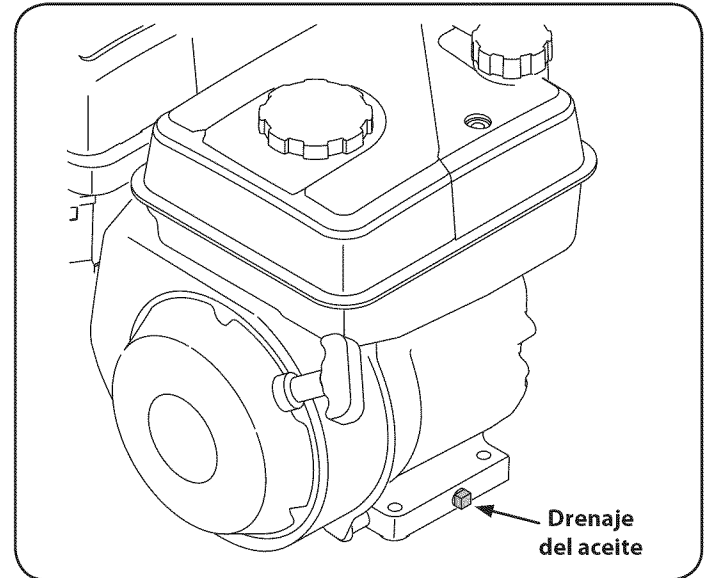

Figura 25
3. Coloque un embudo en el drenaje de aceite para evitar que el aceite en el marco de timón. Véase la Figura 25.
4. Eliminar de drenaje de aceite tapa situada en la base del motor, y drenar el aceite en un recipiente apropiado. Véase la Figura 25.